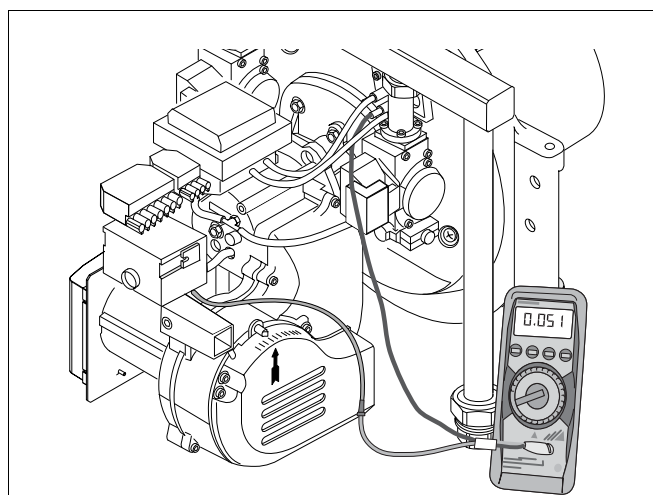

Fig. 31 Mesure du courant d'ionisation
- Branchez l'appareil de mesure en série entre le câble d'ionisation et l'électrode d'ionisation. Sur l'appareil de mesure, sélectionnez la plage de courant continu μA (fig. 31).